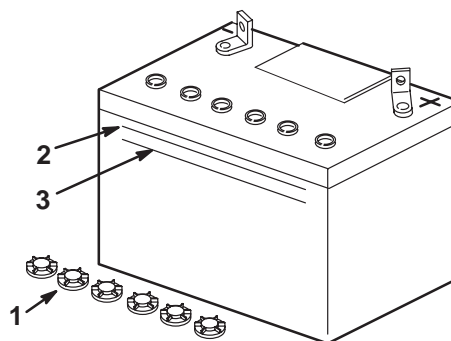

Figure 6
3. Enlevez les bouchons d'aération de la batterie (Fig. 6).
4. Versez lentement de l'électrolyte dans chaque élément jusqu'au trait **supérieur** (Fig. 6) sur le côté de la batterie.
5. Attendez cinq à dix minutes après avoir rempli les éléments. Ajoutez de l'électrolyte au besoin, pour amener le niveau au repère **supérieur** (Fig. 6) sur le côté de la batterie.